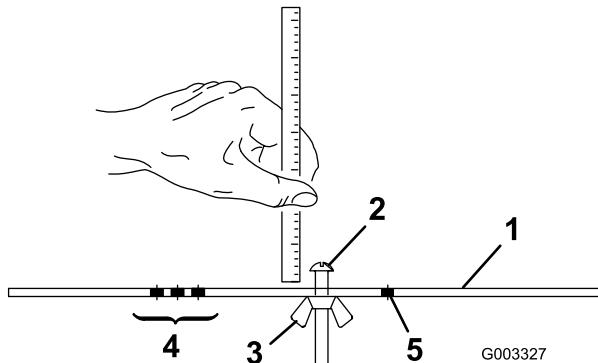

Figura 16
- Desaperte a porca da barra indicadora (Figura 16) e regule o parafuso de ajuste para a altura de corte desejada. A distância entre a parte inferior da cabeça do parafuso e a face da barra indicadora é a altura de corte.